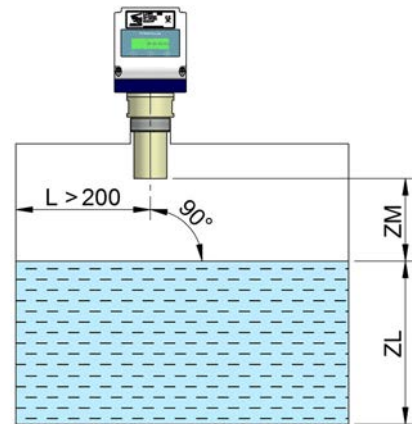

Fig. 1
La distance minimum entre le récipient et la paroi interne doit être au minimum de 200 mm en évitant que le capteur soit centré dans l'axe du réservoir, particulièrement dans les cas où il existe une agitation ou une formation de cône de vidange (Fig. 1).
La zone morte (ZM) correspond à la zone proche du transducteur, dans cette zone l'appareil ne peut effectuer de mesure (Fig. 1).